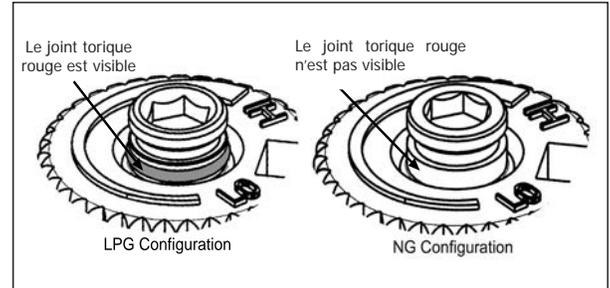

Figure 17: Joint Torique sur la Vis de la Soupape
- d) Si vous convertissez en NG, assurez-vous que le joint torique rouge n'est pas visible (voir Figure 17).